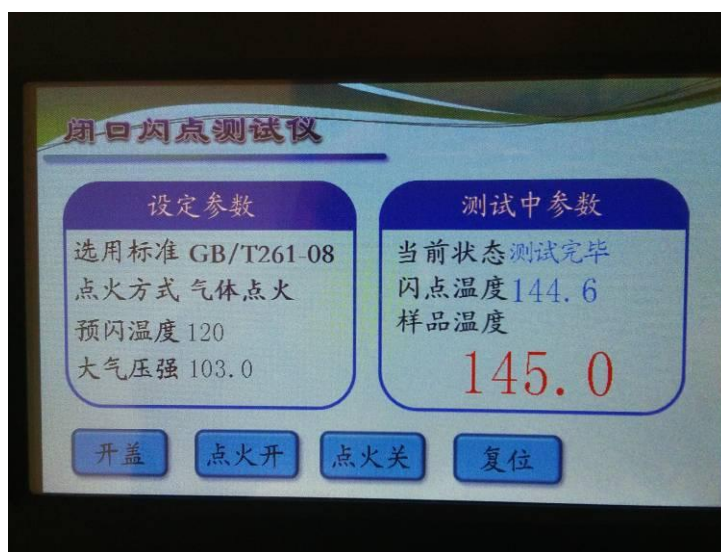

图 6
(9) 当试样发生闪火现象时仪器自动锁定闪点温度值，电点火自动关闭。
(10) 根据地区海拔高度不同试验结果有相对误差，输入地区大气压强值，亦可自动校正大气压强对试验的影响并计算修正值，修正压强值。参阅 GB/T261-83 标准或 GB/T261-2008 标准。
(11) 自动测试过程中按<开盖>键此时仪器自动开盖点火一次（调试查看用）可随时检查试样的闪火值，可检查所设温度是否适中。
(12) 当达到闪点值时自动扑捉闪点值，液晶屏幕锁住当前温度值, 并自动存储相关内容见图 6：